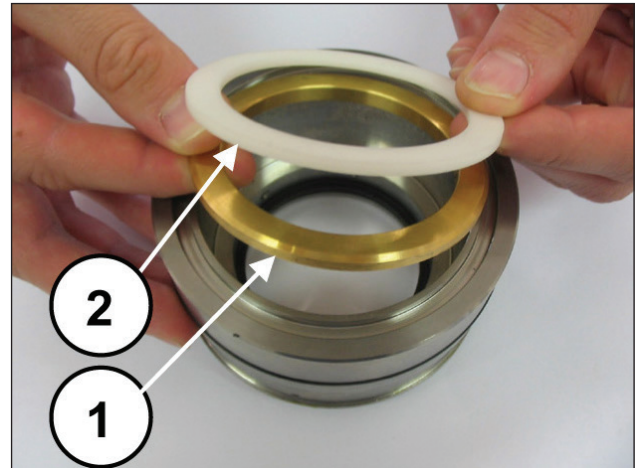
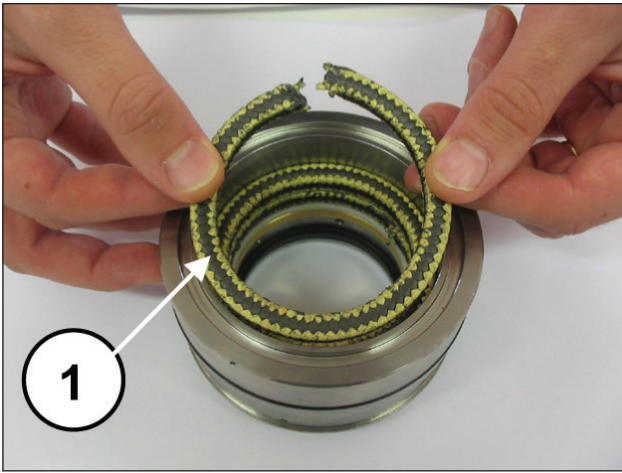
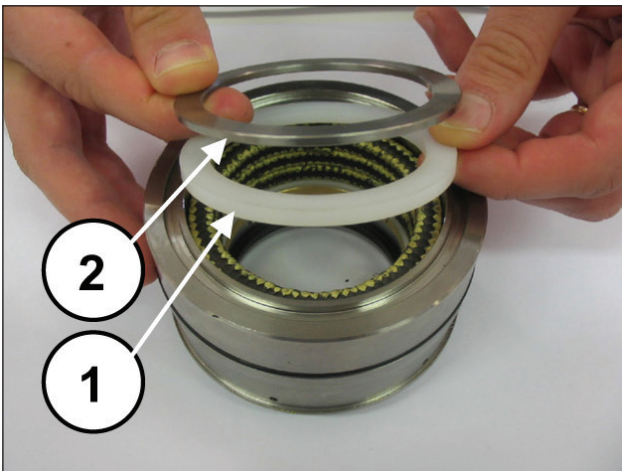

Abb. 170
Abb. 171
Abb. 172
Montieren Sie den Lagerring und den Stützring (Pos. ①②, Abb. 170) sowie die drei Stopfbuchsen. Achten Sie darauf, dass die Schlitze in einem Winkel von 120° zueinander ausgerichtet sind (Pos. ①, Abb. 171), darüber hinaus den Abstreifring der Stopfbuchsen und den Federring (Pos. ①②, Abb. 172).